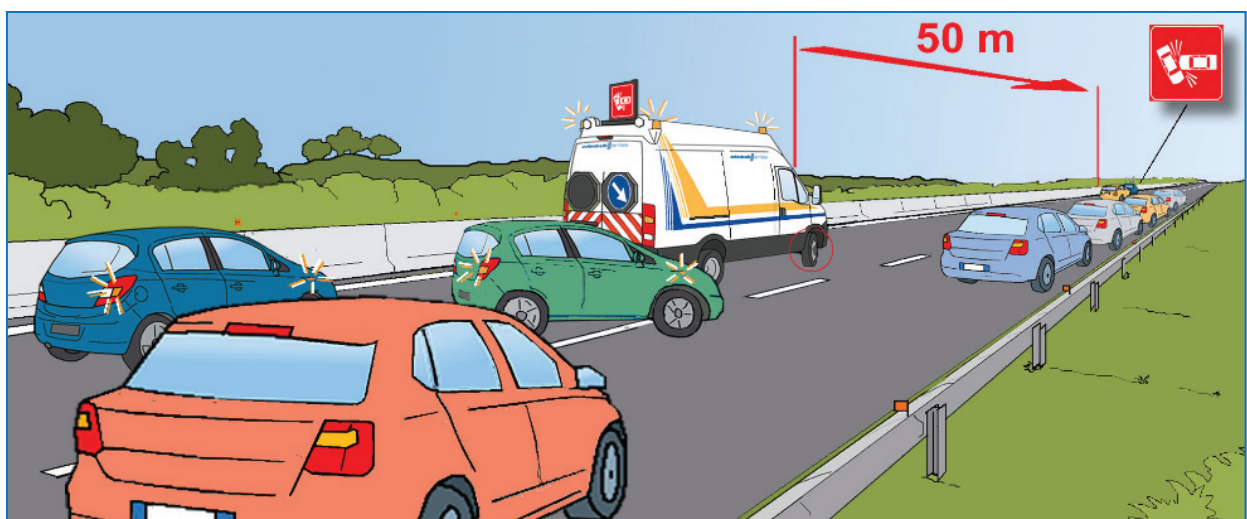

Fig. 18
- arrestare la marcia a circa 50 m dal punto dell'evento, avendo cura di sterzare completamente le ruote verso il margine esterno della carreggiata più vicino quando il mezzo è fermo (margine sinistro nel caso di fig.18)